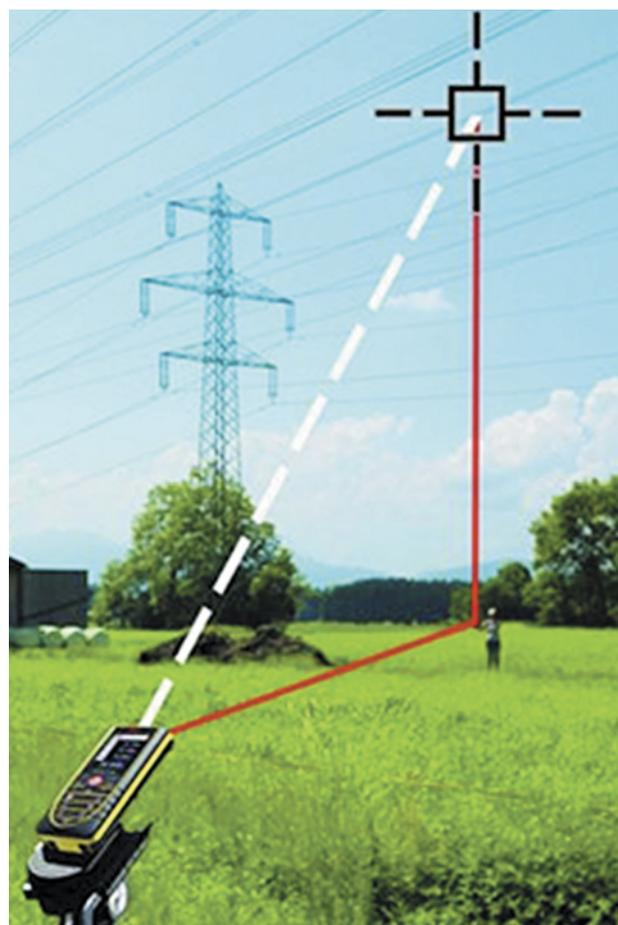

Рис. 2
- лазерный дальномер (рис. 2) — это устройство для определения расстояния от наблюдателя до объекта с помощью световых волн;